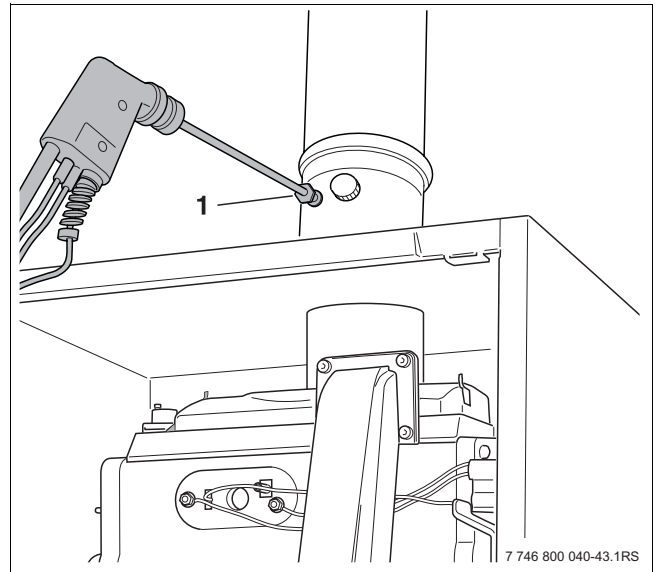

Bild 59 Messstelle für Abgase
- Durch Betätigen der Taste (2) den Abgastestbetrieb einschalten. Die Taste solange gedrückt halten (ca. 2 Sekunden), bis der Dezimalpunkt rechts unten im Display (3) erscheint.
- Nach Aufleuchten der LED „Brenner“ (4) eine Minute warten, bis der Heizkessel auf Volllast brennt.
- An der Messstelle für Abgase (→ Bild 59, (1)) Kohlenmonoxidgehalt messen.